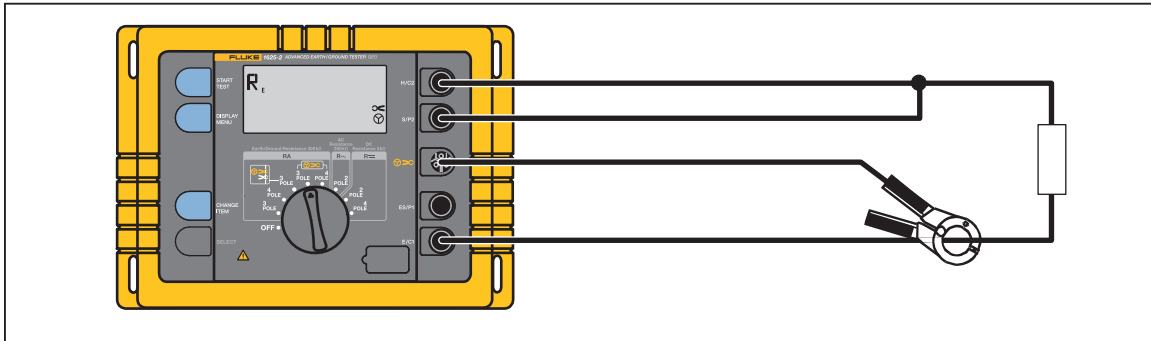

Abbildung 9. Anschluss des anklemmbaren Wandlers
4. Dann die Stromzange anschließen. Siehe Abbildung 9.